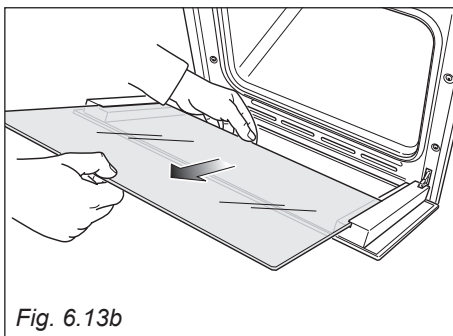

Fig. 6.13b
- Sfilare delicatamente il vetro interno (fig. 6.13b)